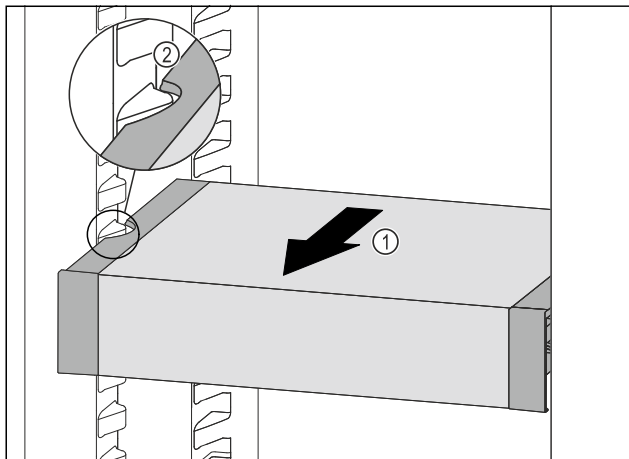

Fig. 65
- ▶ Predal VarioSafe povlecite naprej Fig. 65 (1), dokler nista stranska izreza predala VarioSafe na višini nastavka za posodo v hladilniku. Fig. 65 (2)